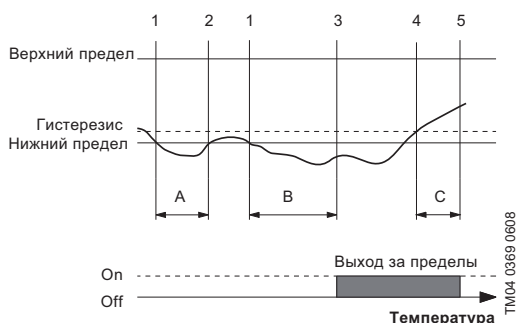

Рис. 84 Пример выхода за нижний предел
Данная функция является функцией контроля, она выдаёт информацию, предупреждение или аварийный сигнал при превышении нижнего или верхнего предельного значения (см. рис. 84).
В данной функции имеются два таймера: таймер задержки обнаружения и таймер задержки сброса. Таймер задержки обнаружения запускается при выходе за предельное значение (1). См. рис. 84. Данный таймер является настраиваемым.